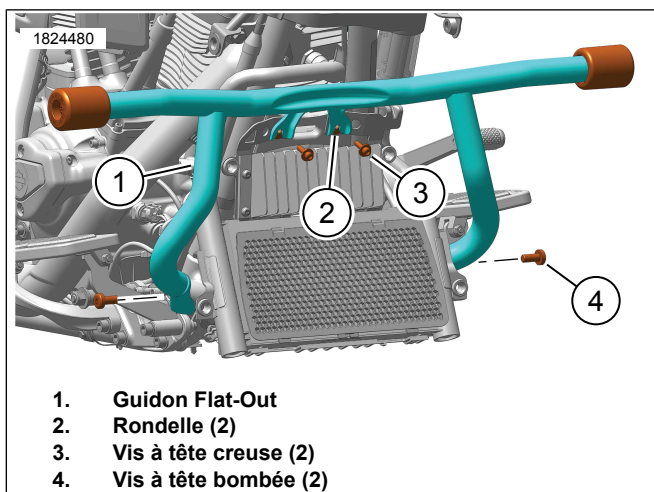

Figure 3. Guidon Flat-Out
1. Voir la figure 3. Placer la barre Flat-Out (1) par rapport au cadre.
2. Installer les vis à tête bombée sans les serrer (4).
3. Installer les vis à tête creuse sans les serrer (3).
- a. **Modèles 2014-2016 :** Installer des rondelles (2) entre la barre Flat-Out (1) et le cadre.
- a. **Vis à tête creuse (3)**